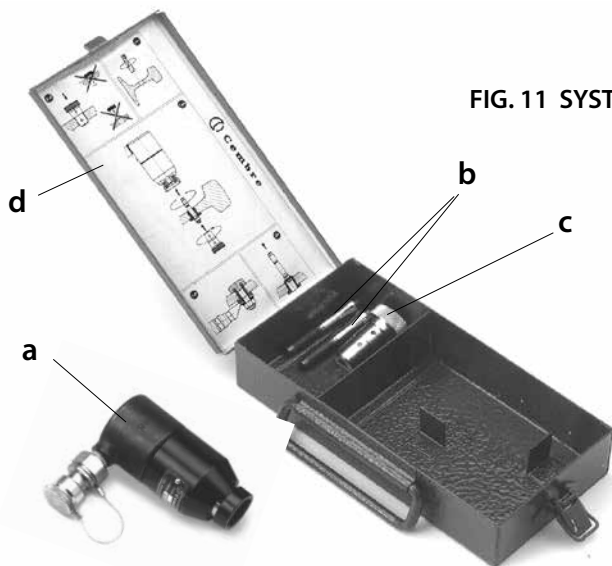

FIG. 11 SYSTEME RHTEP...
- Limpiar cuidadosamente la rosca macho de la taza (01) para quitar todo residuo de la junta antigua.
- Enroscar el acoplamiento rápido nuevo (14) sobre la cabeza apretando con un par **30 Nm (22 lbf ft)**.
4.3) Almacenamiento (Ref. a Fig. 11)